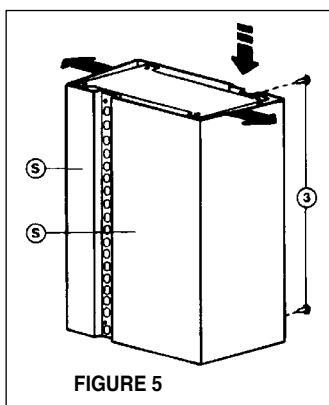

FIGURE 5
3. Un gabarit pour installer le support est fourni avec ce dernier. Utiliser ce gabarit pour marquer les trous du support au plafond. La cheminée doit être démontée tel qu'il est indiqué à la **FIGURE 5** pour voir le support. Avant de démonter la cheminée, enlever les vis (3).